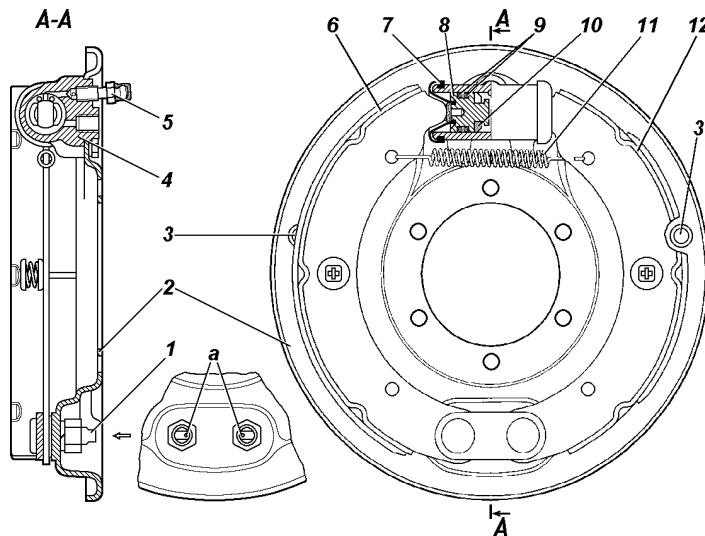

Рис. 9.31. Тормоз заднего колеса:
**Барабанные тормозные механизмы задних колес** (рис. 9.31). Периодически снимайте тормозные барабаны и очищайте детали тормозов от пыли и грязи. Периодичность этой операции зависит от условий эксплуатации автомобиля. В летнее время и при езде по грязным дорогам чистка должна проводиться чаще, зимой - реже.